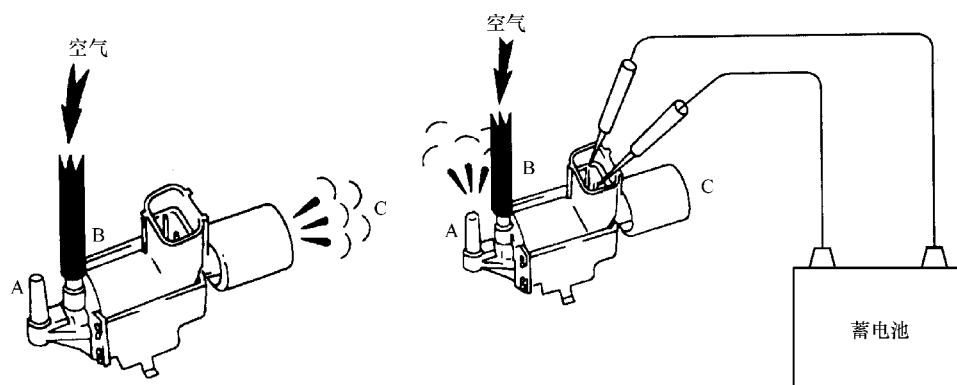

图 16-3 检查 EGR 电磁阀
2) 拔下与 EGR 电磁阀相连的各真空软管, 从发动机上拆下 EGR 电磁阀。在 EGR 电磁阀的电磁线圈不通电和通电时分别检查各管口之间是否通气, 其正常情况应如图 16-3 所示。